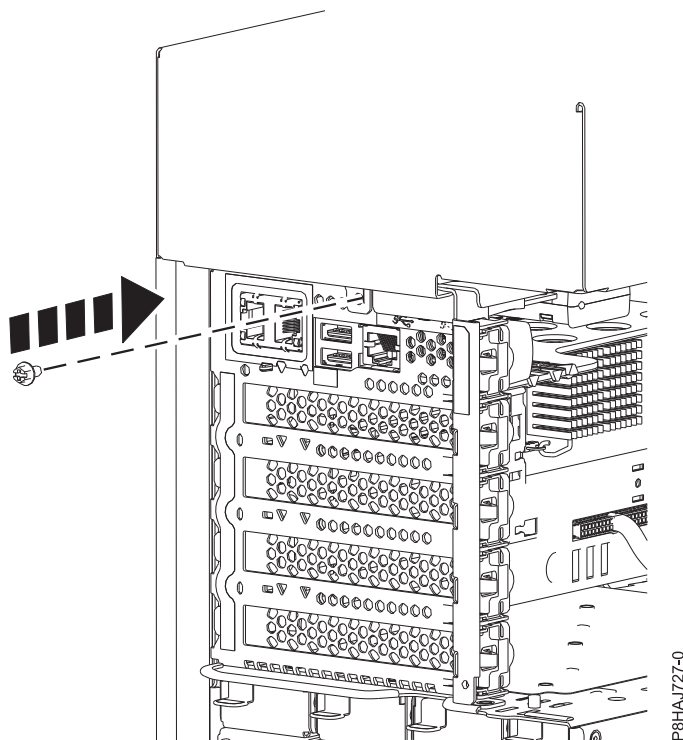

Figura 19. Col·locació del cargol de la coberta lateral model 8286-41A
5. Col·loqueu el cargol posterior de la coberta lateral amb un tornavís Phillips, tal com es mostra a la Figura 19 a la pàgina 36.